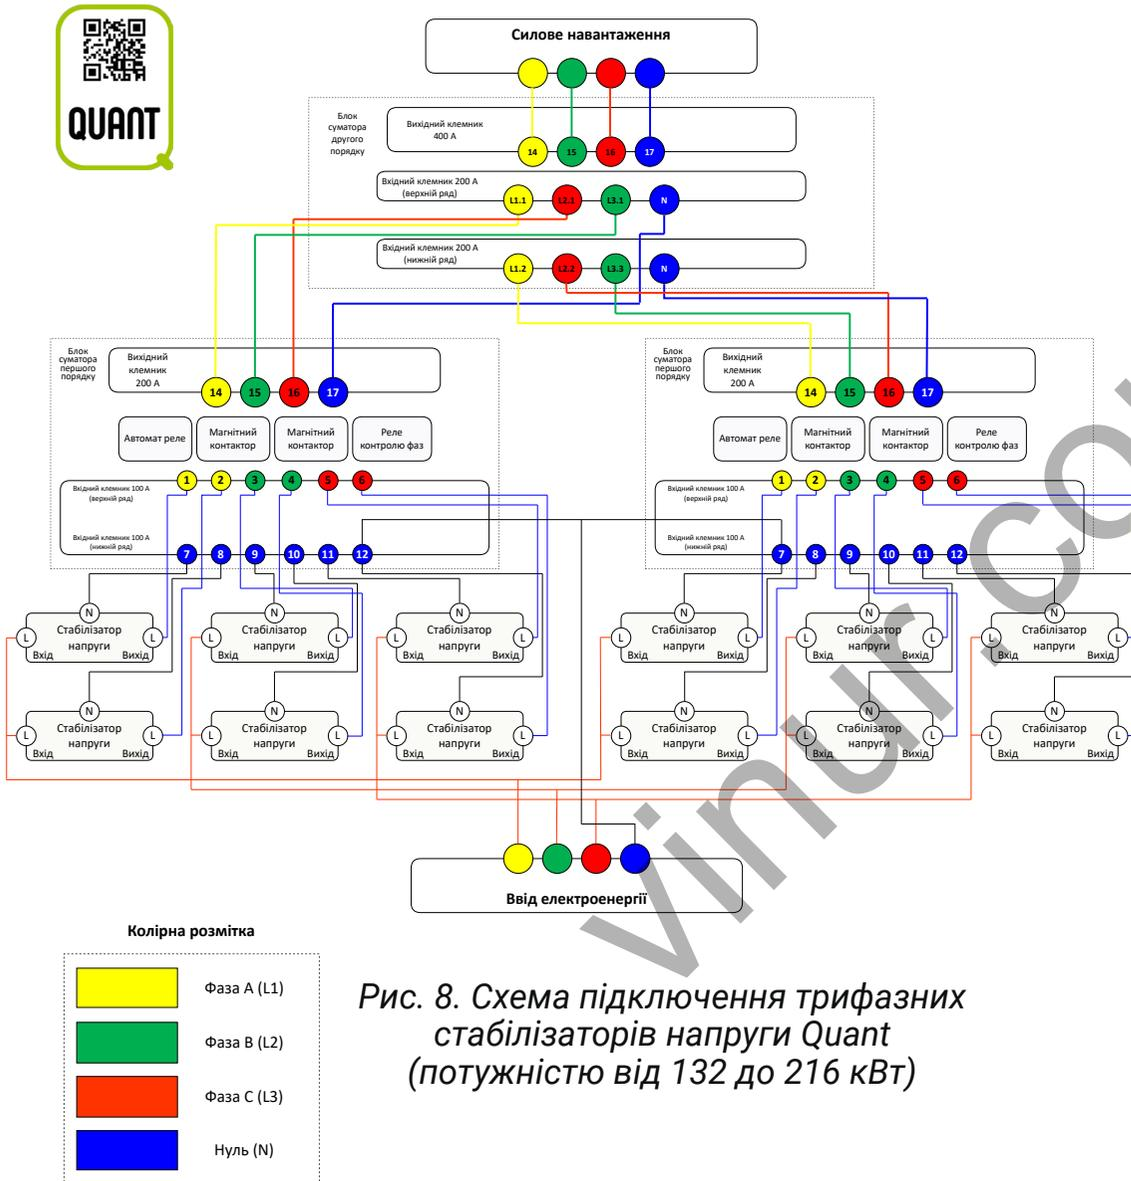

Рис. 8. Схема підключення трифазних стабілізаторів напруги Quant (потужністю від 132 до 216 кВт)
7. Підключити проводи вводу електроенергії до входу стабілізаторів напруги та наскрізного нуля (Рис. 8).